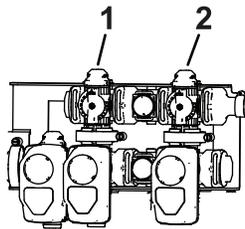

図 23
11. 攪拌バルブの背面についている攪拌バイパスバルブ 図 23 を使って、水圧計の読みが 6.9Bar になるように調整する。
9. マスターブームバイパスハンドルを使ってタンク内の攪拌動作を調整する 図 23。